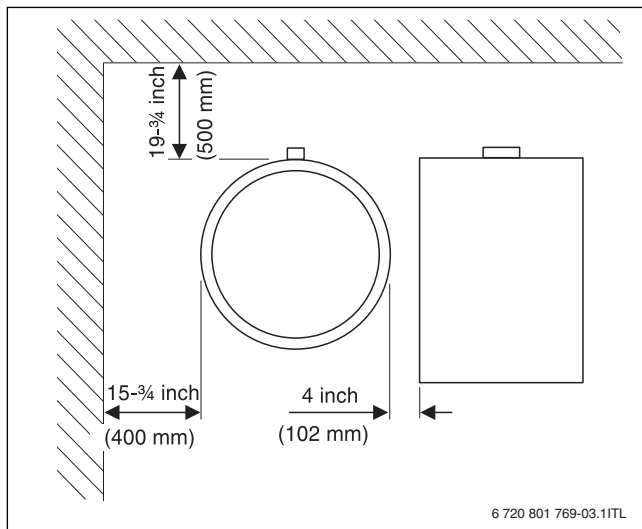

Fig. 6 Distances minimales recommandées par rapport aux murs
- ▶ Respecter la hauteur minimale de la pièce (→ tabl. 6, page 43) et les distances minimales par rapport aux murs dans le local d'installation (→ fig. 6).